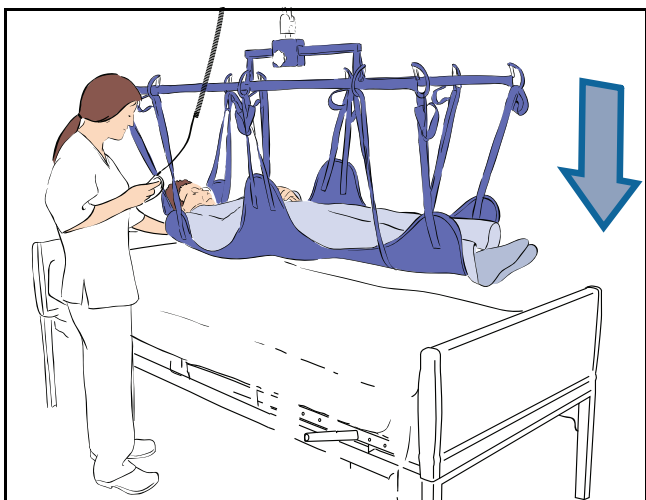

Fig. 16
10) Senk pasienten ned til det nye stedet (se Fig. 16).